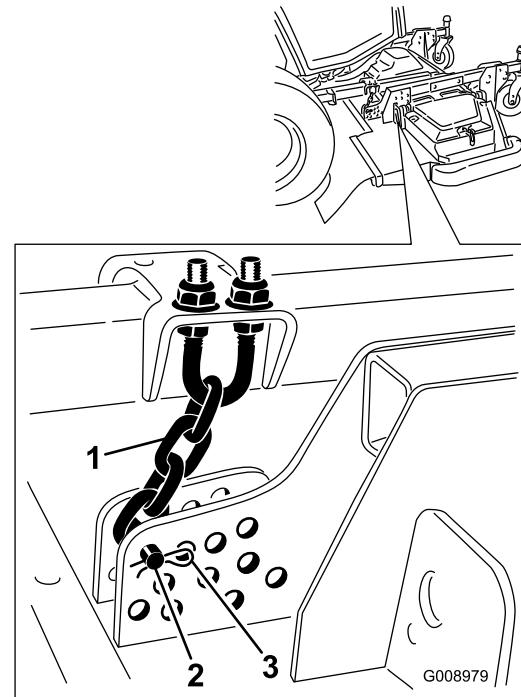

Figura 25
- Retire el pasador de horquilla y el pasador que fijan las cadenas de ajuste de la altura de corte a la parte trasera de la unidad de corte (Figura 25).